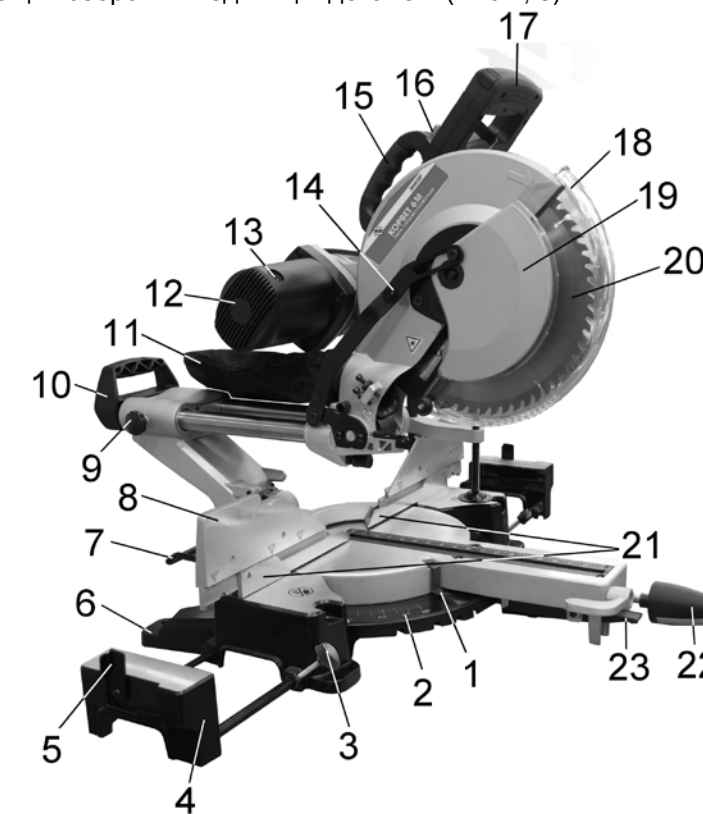
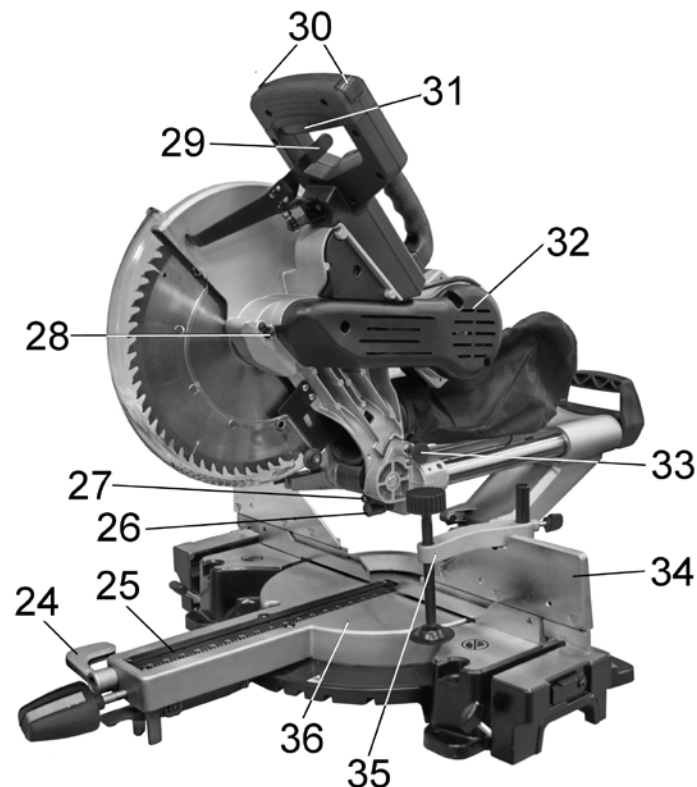
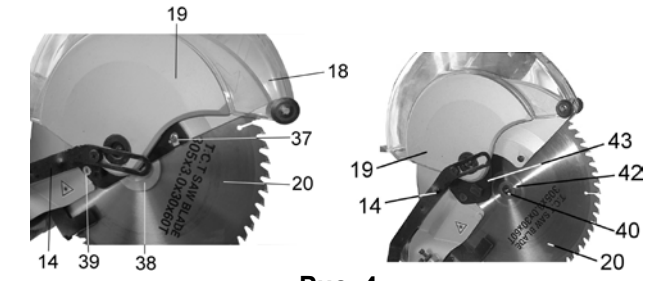
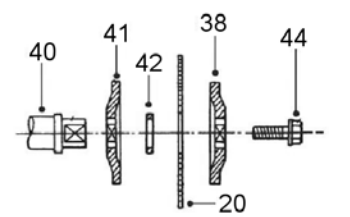

Рис.2
Рис. 3
Рис. 4
Рис. 5
3. Пильный диск плохо закреплён	3. Затянуть болт (44), Рис.4, после установки пильного диска
### 8.1. Сборка (Рис. 2; 3)
### 8.2. Приведение пилы в верхнее положение (Рис. 2; 3)
8.2.2. Удерживая пилу за рукоятку (17), переместите её в верхнее положение, как показано на Рис.2.
### 8.3. Транспортировка (Рис. 2)
**ПРЕДУПРЕЖДЕНИЕ:** Прежде всего, убедитесь в том, что пила отключена от сети. Стопор (32) служит для фиксации пилы в нижнем положении только для транспортировки, а не для пиления.
**8.4. Монтаж (Рис. 2; 3).** Перед использованием пилу необходимо установить на ровной устойчивой поверхности верстака или рабочего стола. Для большей устойчивости через отверстия в основании (6) закрепите пилу к поверхности рабочего стола или верстака. Обязательно используйте при креплении плоскую и пружинную шайбы на каждый болт (не комплектуются).
### 8.5. Установка поворотного стола в положение 0° (Рис. 2; 3)
**8.6. Замена пильного диска.** Пила оснащена пильным диском (20) (Ø305мм x 30мм), Рис.2.
Для снятия пильного диска (20) переведите защитный кожух (19) в верхнее положение, выкрутите винт (37) и ослабьте винт (39), Рис.4. Переведите защитный кожух (19) и пластину (43) в верхнее положение так, чтобы открыть полный доступ к пильному диску (20), Рис.4. Нажмите и удерживайте кнопку (28), Рис.2, проворачивая пильный диск (20) до щелчка и зафиксируйте его кнопкой (28). Выкрутите болт (44), Рис. 5, по часовой стрелке. Снимите наружный фланец (38) и пильный диск (20), Рис.5.
Установите пильный диск (20) в соответствии с последовательностью, указанной на Рис.5 так, чтобы зубья пильного диска (20) были направлены вниз в передней части пилы, Рис.2. На шпindel (40) установите внутренний фланец (41), переходное кольцо (42) и пильный диск (20) с соответствующим посадочным диаметром. Установите наружный фланец (38). Закрутите болт (44), Рис.5, вращением против часовой стрелки, удерживая кнопку (28) фиксации пильного диска (20) в нажатом положении, Рис.3. Установите и закрепите защитный кожух (19).
### 10.1. Регулировка угла $90^\circ$ (Рис. 5, 8-9)